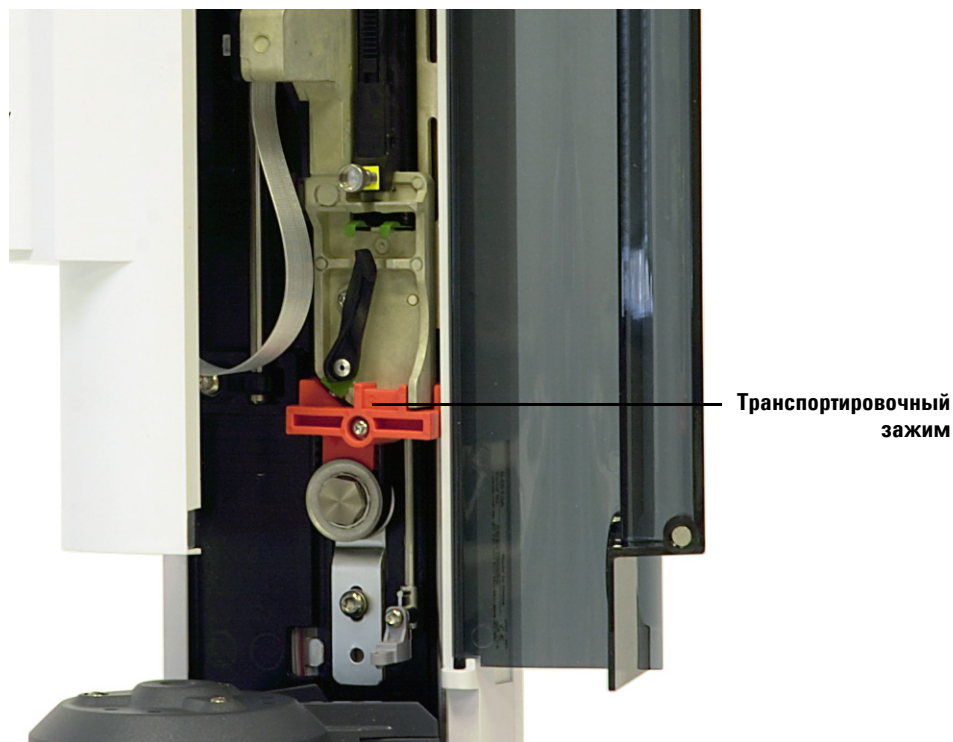
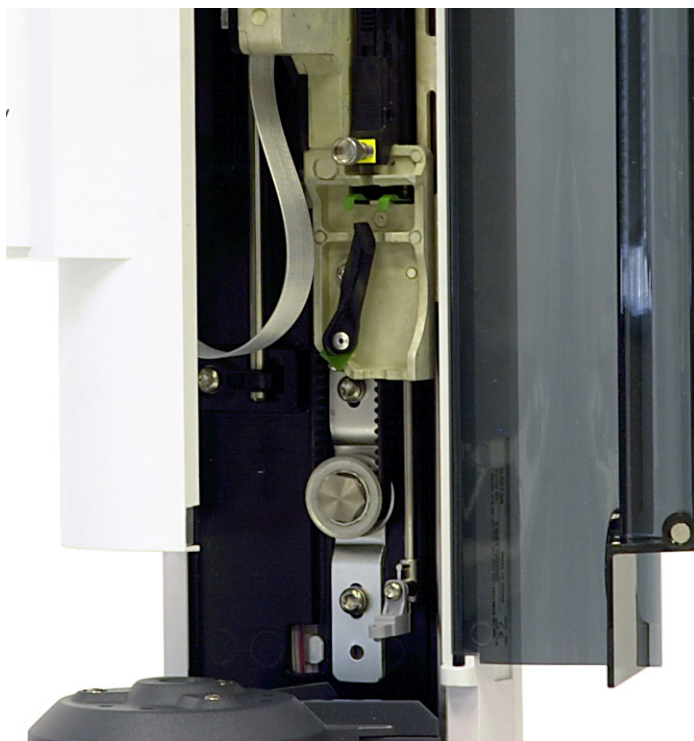

Рис. 11 Транспортировочный зажим установлен.
Рис. 12 Транспортировочный зажим снят.
- 5 С помощью отвертки Torx T-10 полностью раскрутите винт T-10 и снимите транспортировочный зажим с каретки шприца (Рис. 11 и Рис. 12).